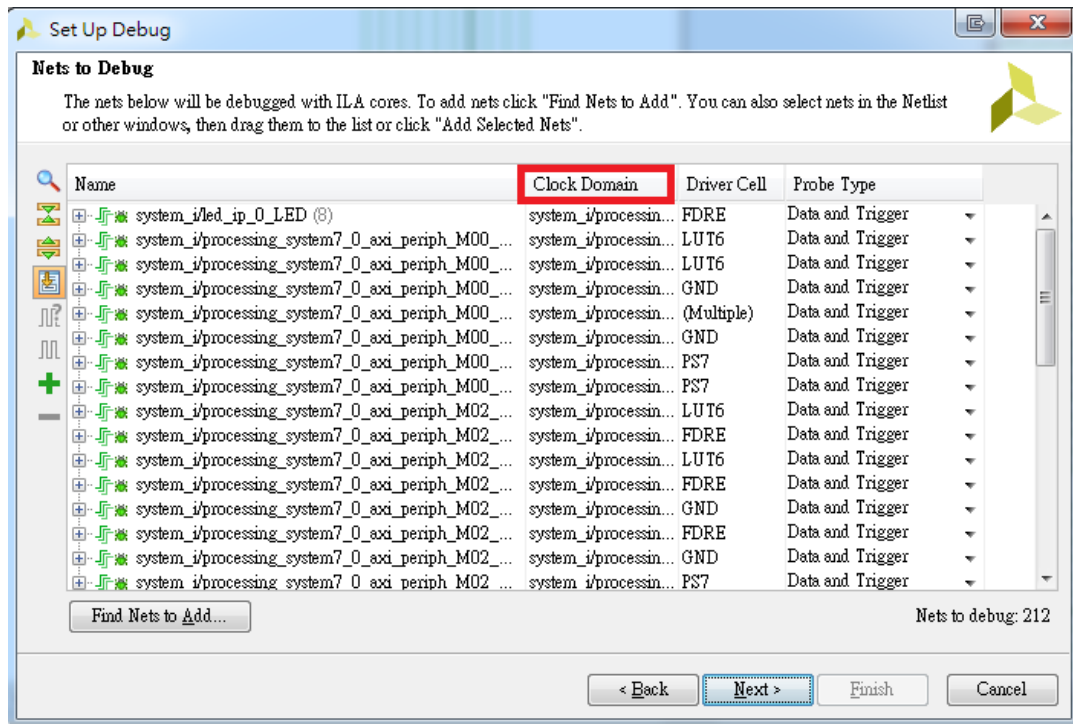

Figure 10
2.9 在新的視窗中檢查 Clock Domain 那欄是否有 undefined，如 Figure 10
2.11 在跳出的視窗選擇 OK，在原 Figure 10 視窗點選 Next